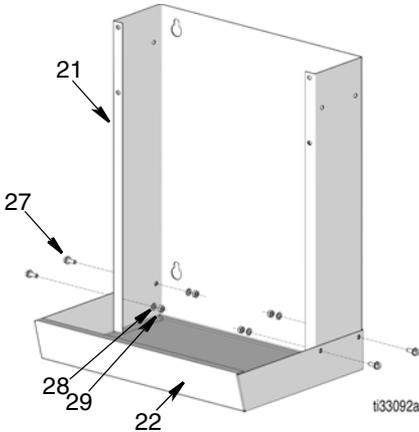

ABB. 5
1. Zapfhülle (21) mit den Schrauben (27), den Sicherungsscheiben (28) und Muttern (29) und den vorhandenen Löchern an der Ablaufwanne (22) befestigen. Ziehen Sie die Muttern gut fest. (Siehe ABB. 5).